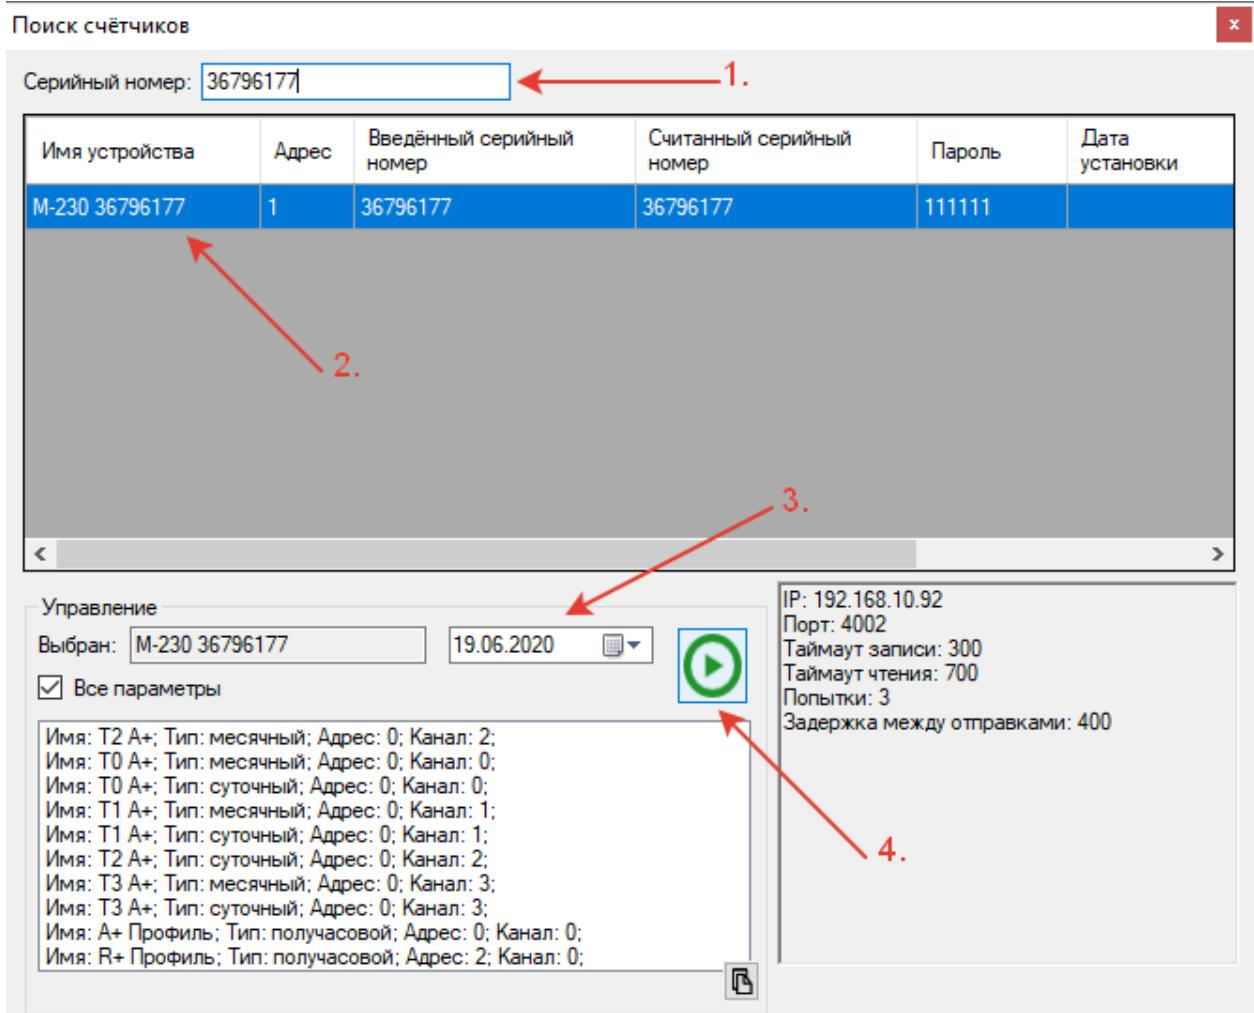

Рисунок 76 Поиск приборов
- 3) «Поиск приборов». Выбрав «Поиск приборов» в списке откроется дополнительное окно (Рисунок 76):